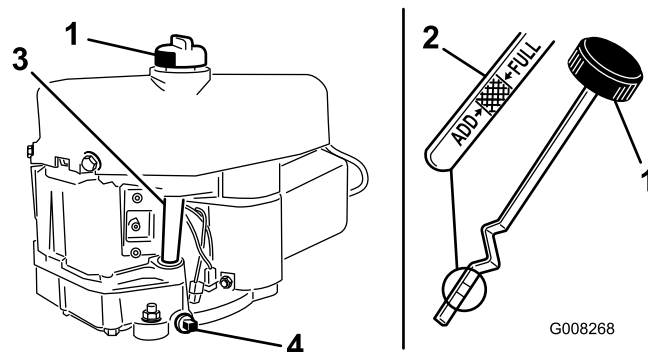

Figure 23
7. Nettoyez la surface autour de la jauge d'huile (Figure 23) pour éviter que des impuretés ne s'introduisent dans le goulot de remplissage, ce qui risquerait d'endommager le moteur.
8. Retirez la jauge d'huile et essuyez soigneusement l'extrémité métallique (Figure 23).
9. Revissez la jauge complètement dans le goulot de remplissage (Figure 23).
- Enlevez le bouchon de vidange pour permettre à l'huile de s'écouler (Figure 23).
- Nettoyez la surface autour du bouchon de la jauge de niveau d'huile et dévissez le bouchon (Figure 23).
- Versez avec précaution environ 80% de l'huile moteur dans le goulot de remplissage (Figure 23).